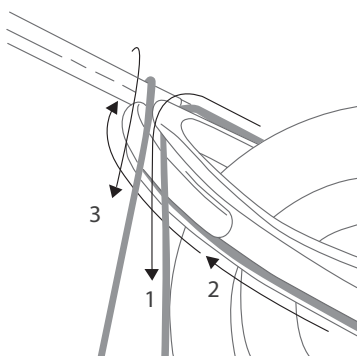

fig. 5.2.2
- Los cabezales de los modelos Voodoo Open (img 5.2.2), puede solicitar una tour especial de la cuerda para fijar la varilla, consulte las instrucciones para ejecutar el "Voodoo Loop" (fig. 5.2.2).
- Desplazar el nylon por toda la varilla hasta el pasador del cabezal (fig 5.2.2).
- En el caso de cabezal abierto, puede seguir las instrucciones de "Voodoo loop" para fijar la varilla en el cabezal con el nylon (fig 5.2.2).